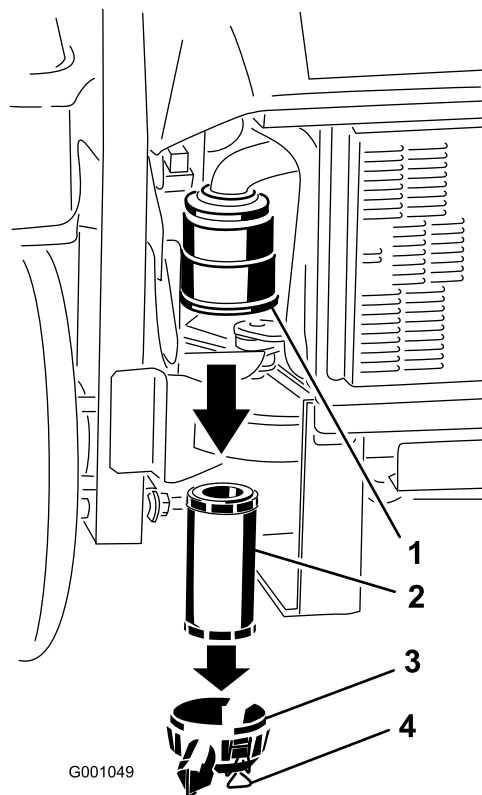

Figure 54
3. Déverrouillez le filtre à air et détachez le couvercle du boîtier du filtre (Figure 54).
5. Sortez l'élément filtrant du boîtier du filtre à air avec précaution (Figure 54).